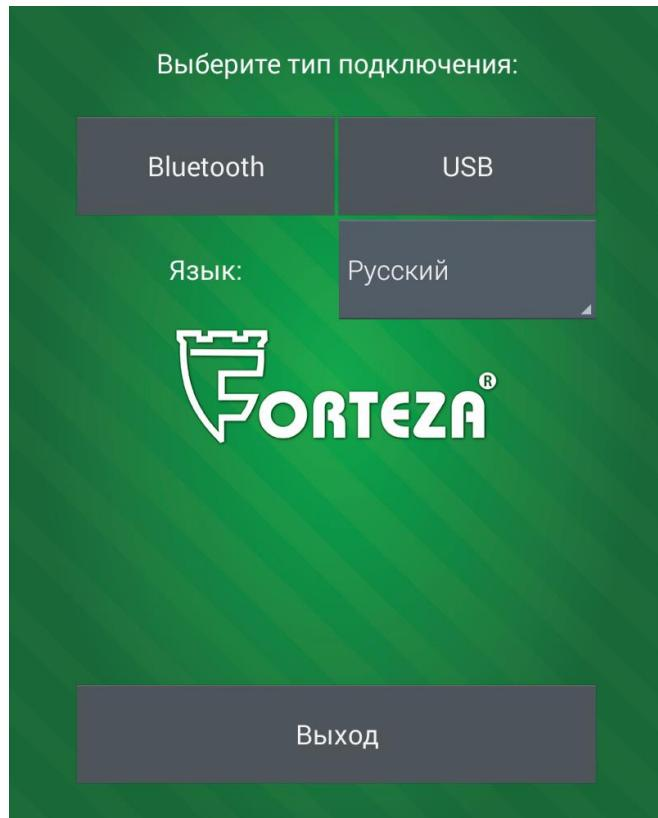
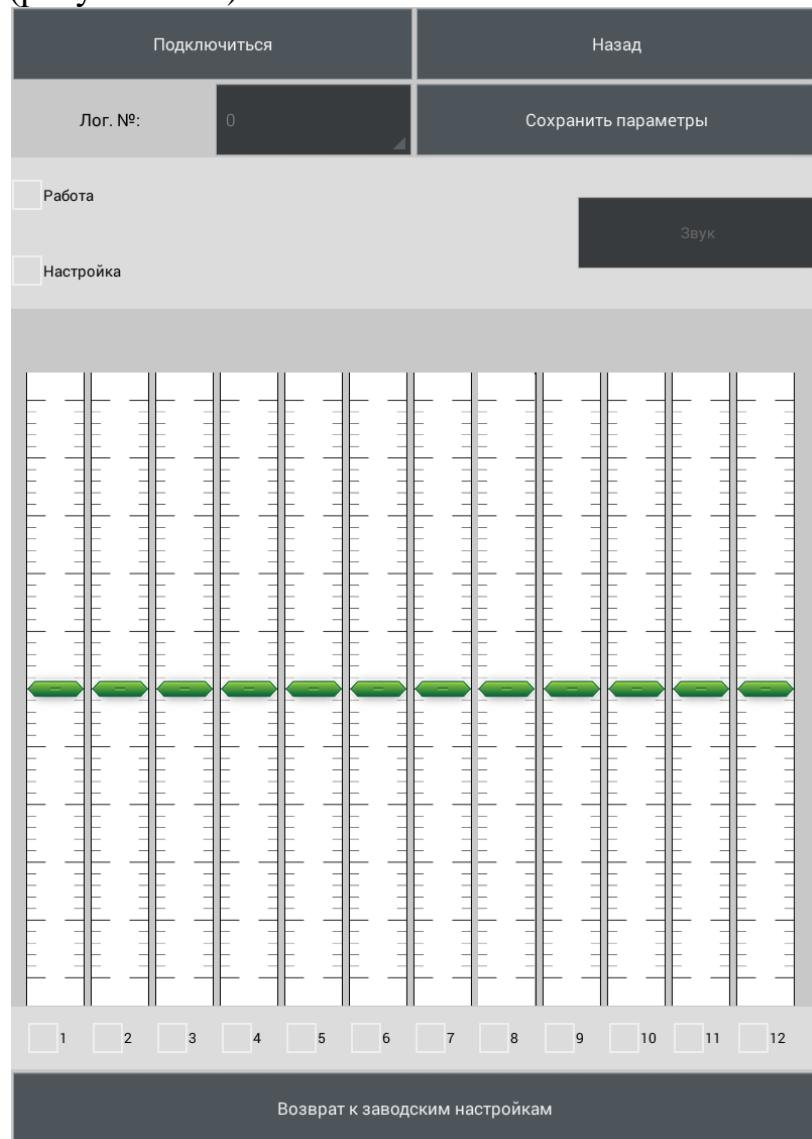
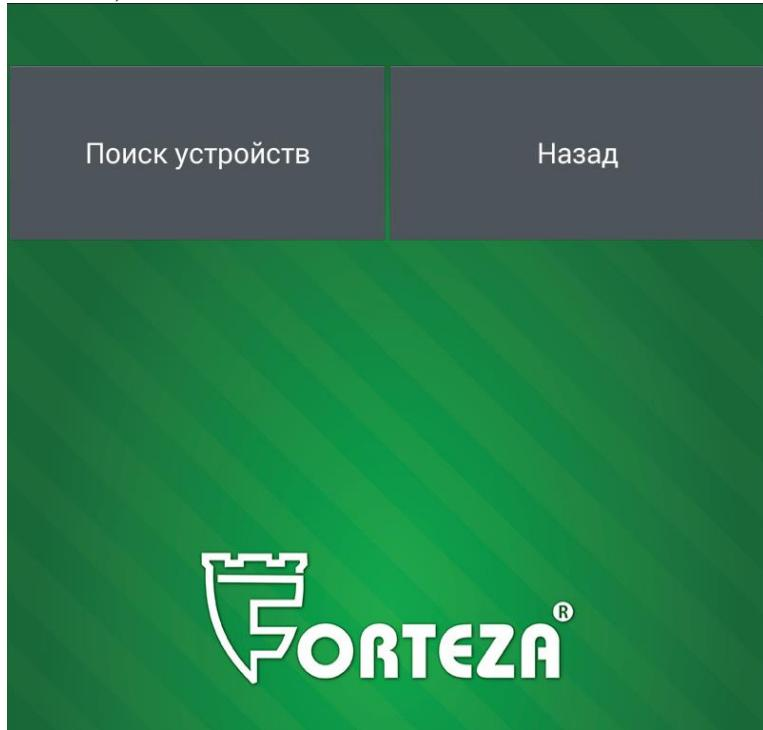

Рисунок 2.24
Рисунок 2.26
Рисунок 2.32
2.3.7.4.1.2 Запустить на Android устройстве программу «**FM UNI**» (рисунок 2.24).
2.3.7.4.5 Выбрать тип подключения «USB» (рисунок 2.24). Откроется окно программы (рисунок 2.26).
2.3.7.5.1 Запустить на Android устройстве программу «FM UNI» (рисунок 2.24).
2.3.7.5.3 Выбрать тип подключения «Bluetooth» (рисунок 2.24). Bluetooth на Android устройстве автоматически включится и откроется окно программы (рисунок 2.32).